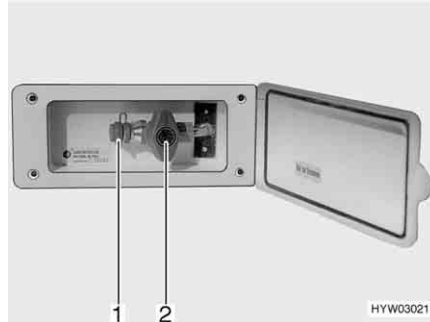

Bild 149 Extern gasanslutning, gasavstängningsventilen stängd
Den externa gasanslutningen (Bild 149) befinner sig, beroende på modell, på fordonets bakdel eller på fordonets vänstra resp. högra sida.
- Anslut den externa gasapparaten till anslutningar (Bild 149,1).
- Öppna gasavstängningsventilen (Bild 149,2).